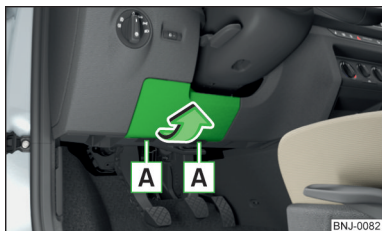

Fig. 199
- Togliere il coperchio della scatola portafusibili in direzione della freccia >> fig. 199.